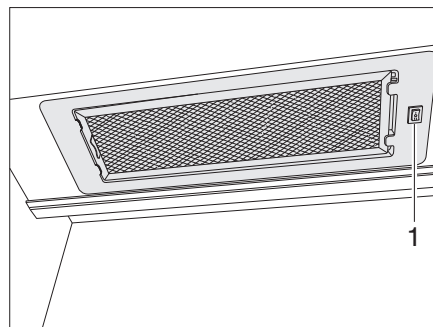

Fig. 130 Hotte aspirante
- Allumer et éteindre la hotte aspirante avec l'interrupteur (Fig. 130,1).